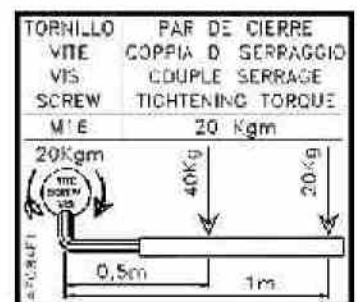

Fig.6
To get off the jaw of the arm (pos.66 fig.6) fixed to the tree of manoeuvre and put it again on the opposite side of the tree of manoeuvre previous uninstal the black plastic cork that it will close the hole left on the opposite side free. Warning: the shutting of the socket cap srew that fixes the jaw to the tree of manoeuvre has to respect the values brought on the present adhesive plate on the jaw (you see fig. 8).
Démonter l'etau porte-lisse (pos.66 fig.6) fixée à l'arbre de manoeuvre et la remettre sur le côté opposé de l'arbre de manoeuvre en ayant démonté en avant le bouche en plastique de couleur noire qui ira fermer le trou laissé libre sur le côté opposé. Attention : le serrage des vies à brugola qui fixe l'etau à l'arbre de manoeuvre doit respecter les valeurs rapportées sur la palque adhésive présent sur l'etau (voir fig. 8).